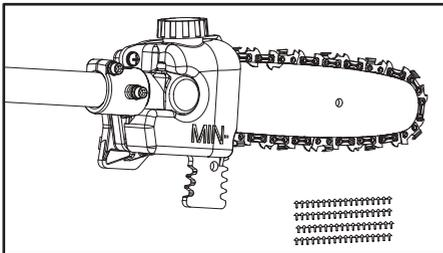

Fig. 18
1. Asegúrese de que la espada (14) y la cadena (15) están en su lugar al comprobar el suministro de aceite.
2. Arranque el producto, déjelo en marcha sin carga y compruebe si el aceite de cadena se suministra como se muestra en la figura (Figs. 18, 19).